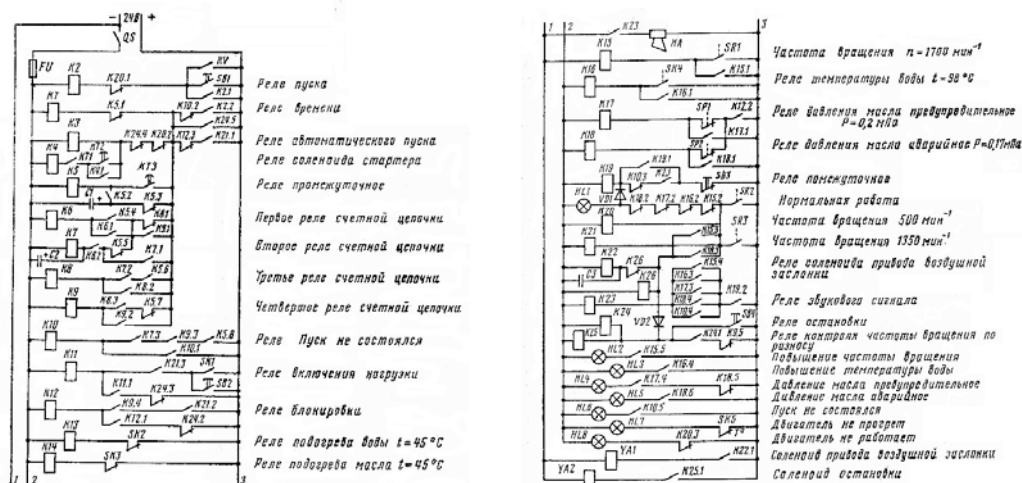

Рис. 3
3. Указать элементы электрической принципиальной схемы управления ДГА -50 со стартерным пуском (рис.3). Объяснить порядок работы схемы в штатных и аварийных ситуациях.